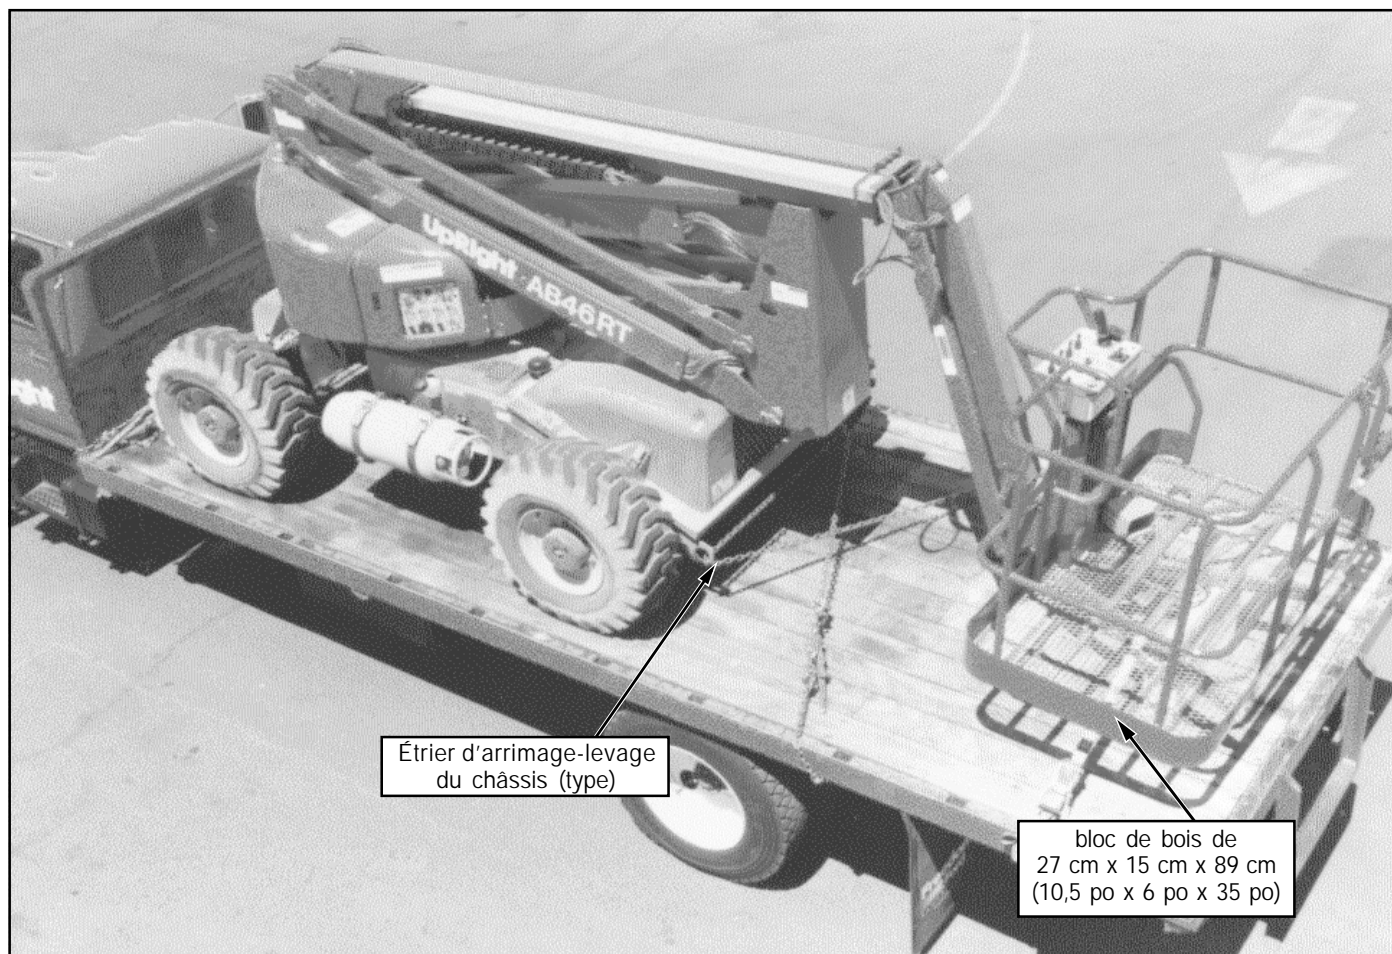

Figure 7 : Arrimage de la machine pour fin de transport
5. Arrimer la machine sur le véhicule de transport au moyen de chaînes ou de sangles d'une capacité de charge suffisante (se reporter aux caractéristiques techniques, au dos), fixées aux étriers d'arrimage du châssis (voir figure 7).
6. Placer un bloc de bois de 27 cm x 15 cm x 89 cm (10,5 po x 6 po x 35 po) sous les poutrelles supports de la plate-forme de la machine, comme le montre la figure 7.
7. Attacher la sangle à cliquet sous le plancher grillé de la plate-forme, par-dessus les poutrelles supports (voir figure 7). Attacher fermement, sans serrer à l'excès.